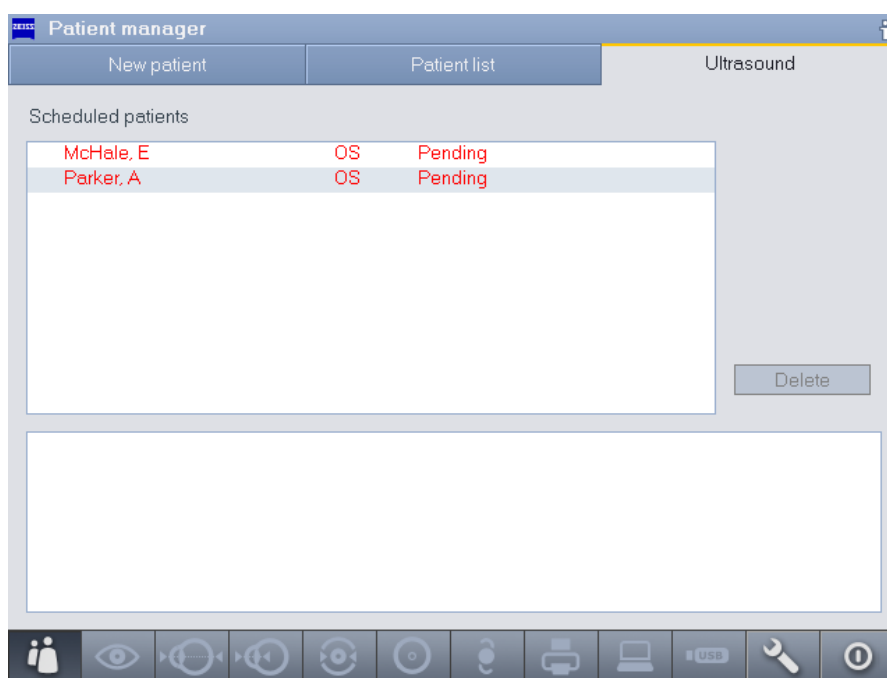

Fig. 78 Aba **Ultrasound** [Ultra-Som] depois da exportação de dados
- Os pacientes no campo **Pacientes marcados** no cartão de registro **Ultrassom** no **Gerenciador de Pacientes** do IOLMaster são automaticamente transferidos para o aparelho de ultrassom. Em casos de transferência de dados bem sucedida, os pacientes no campo **Pacientes marcados** aparecem em vermelho com a observação "falta" (Fig. 78).